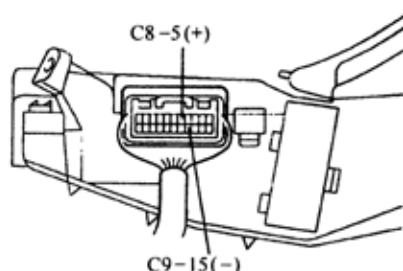

图 9-99
(1)把伏特表正极(+)与数字仪表连接端子 C8-5 连接，负极(-)与端子 C8-15 连接，如图 9-99 所示。